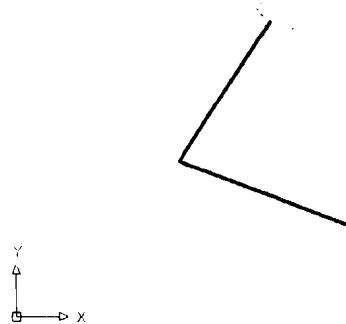
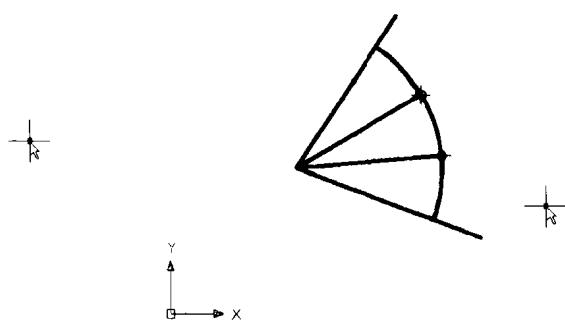

图 1-1 一个任意角
图 1-2 三等分角
- (1) 启动 AutoCAD 2002 中文版，打开文件 1-1.dwg，如图 1-1 所示。
- (2) 以角的顶点为圆心，创建一个圆。
- (3) 用“修剪”命令 (trim) 修剪圆，保留角内部的圆弧。
- (4) 用“定数等分点”命令 (divide) 三等分该圆弧。
- (5) 用直线连接角顶点和等分点，如图 1-2 所示。
(6) 测量三等分角的度数即可。